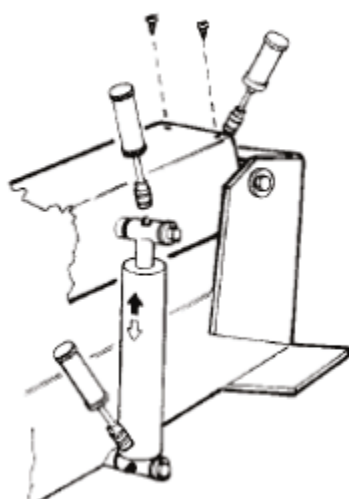

Рис. 32
2) Время от времени наносить консистентную смазку на подъемный цилиндр кронштейна зажимного устройства и на его поворотный механизм. Наносите смазку через штуцеры (см. рис.32).